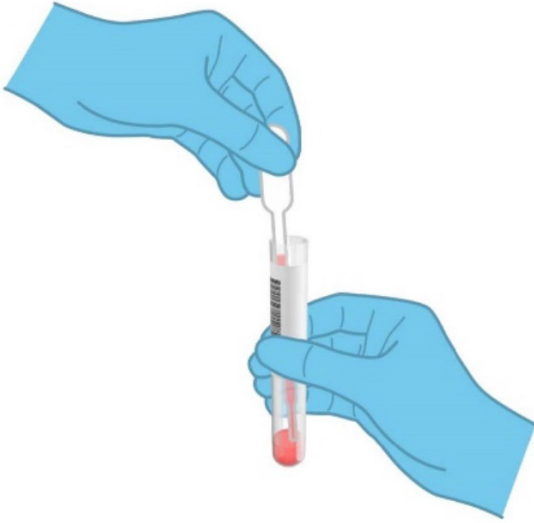

图 40.将样本吸入提供的移液管。
5. 打开含有待测样本的试管。使用自带移液管吸取液体，到移液管上的第三根水位线（即 300 μ l）（图 40）。